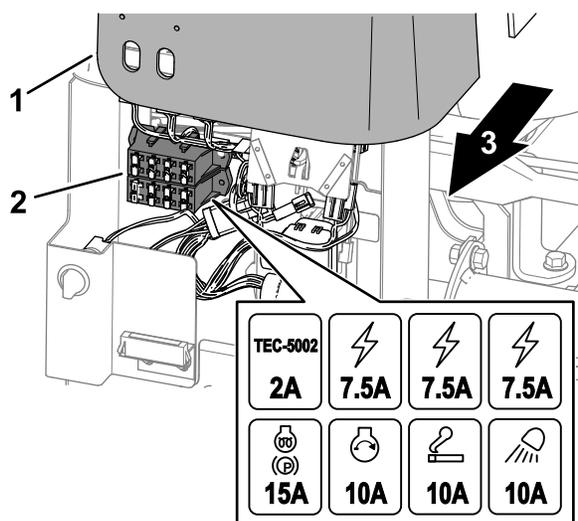

Рисунок 68
1. Поднимите крышку с рычага управления (Рисунок 68).
2. Найдите перегоревший предохранитель в держателе предохранителя или блоке предохранителей (Рисунок 68).
4. Установите крышку на рычаг управления (Рисунок 68).